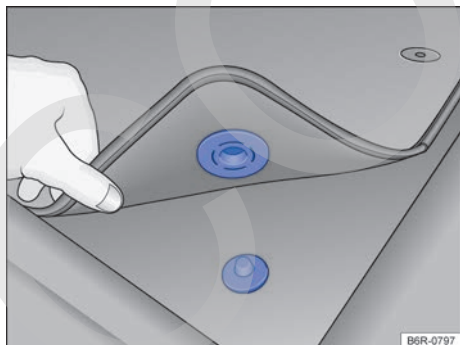

Fig. 16 Alfombra delantera del lado del conductor con fijación al perno de la alfombra.
- ✓ Acomode bien la alfombra en la zona reposapiés del lado del conductor para que no obstruya la zona de los pedales. Dependiendo de la versión del vehículo, la alfombra delantera del lado del conductor puede tener fijación al perno de la alfombra ⇒ fig. 16.